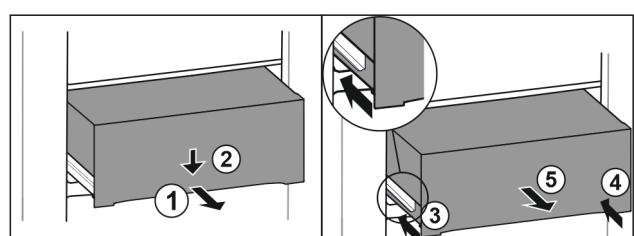

Fig. 119
▶ 将抽屉拉出一半。Fig. 119 (1)
▶ 朝下按压正面的抽屉。Fig. 119 (2)
▶ 将左侧轨道推入大约 2 cm。Fig. 119 (3)
▶ 将右侧轨道推入大约 2 cm。Fig. 119 (4)
▶ 朝前取出抽屉。Fig. 119 (5)